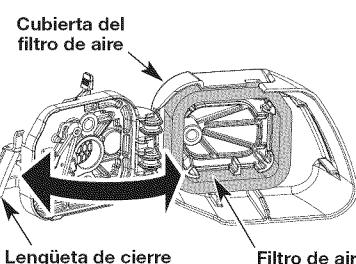

Fig. 24
- Abra la cubierta del filtro de aire presionando hacia dentro la lengüeta de traba y sacando la cubierta del filtro (Fig. 24).
- Retire el filtro de aire (Fig. 24).
- Vuelva a colocar el filtro de aire en la tapa del filtro de aire (Fig. 24).
- Cierre la tapa del filtro de aire haciéndola girar hacia la izquierda y luego haciendo presión sobre la lengüeta de cierre hacia abajo hasta que caiga en su lugar (Fig. 24).